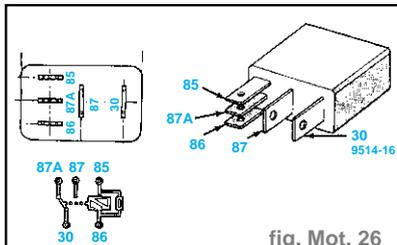

fig. Mot. 26
- La description suivante du fonctionnement et des essais s'applique uniquement aux relais de coupure automatique (**ASD**) et de pompe à carburant. Les bornes de la base de chaque relais sont numérotées. (fig. Mot. 26 ou 27)